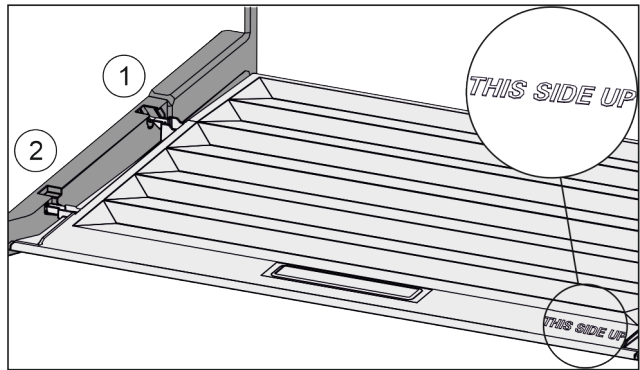

Fig. 61
- ▶ Вставить поперечные ребра крышки через отверстие заднего держателя Fig. 61 (1) и защелкнуть спереди в держателе Fig. 61 (2).